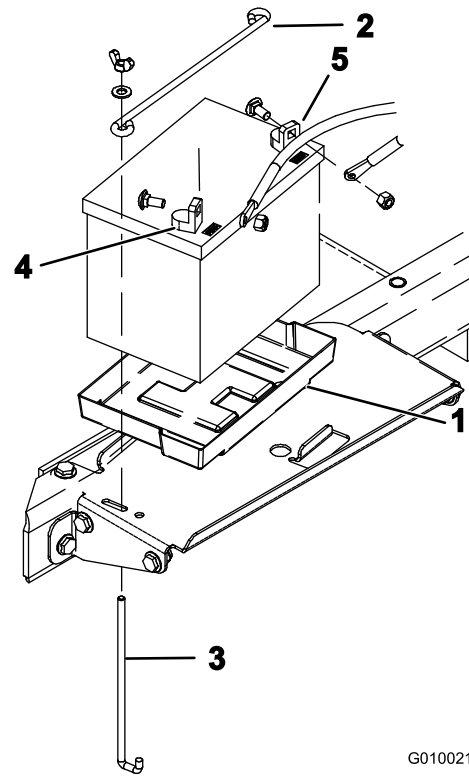

**Figura 13**
- Desenganche y abra la puerta del compartimiento de la batería (Figura 13).